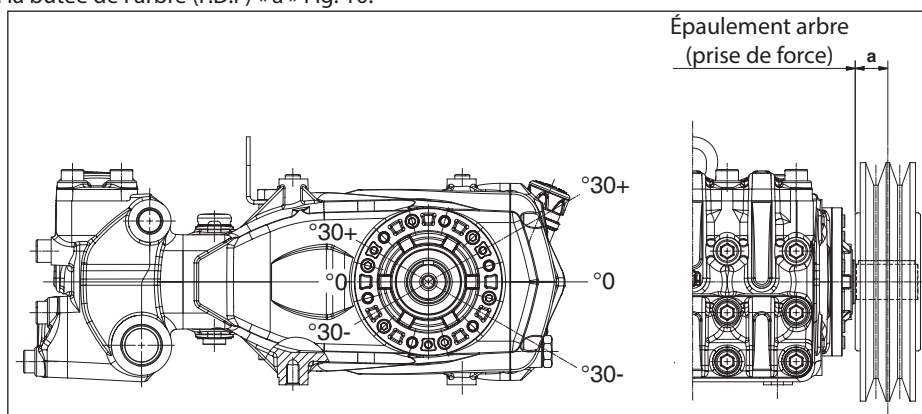

Fig. 10
La charge radiale sur l'arbre ne doit pas être supérieure à 4500 N (valeur nécessaire pour la définition du schéma). La transmission est considérée appropriée si une telle charge est appliquée à une distance maximum de **a = 50 mm** de l'épaule de l'arbre (P.T.O) comme l'indique la Fig. 10.
- b) Utiliser des courroies à haut rendement - par exemple **XPB** au lieu de **SPB** - car il sera nécessaire d'avoir une quantité inférieure de courroies égales à la puissance transmise et par conséquent une distance inférieure de la résultante par rapport à la butée de l'arbre (P.D.F) « a » Fig. 10.
- e) Contrôler la direction de la tension de la courroie comme indiqué Fig. 10 : pour toute autre nécessité, contacter le **Bureau Technique** ou le **Service d'Assistance Clients**.